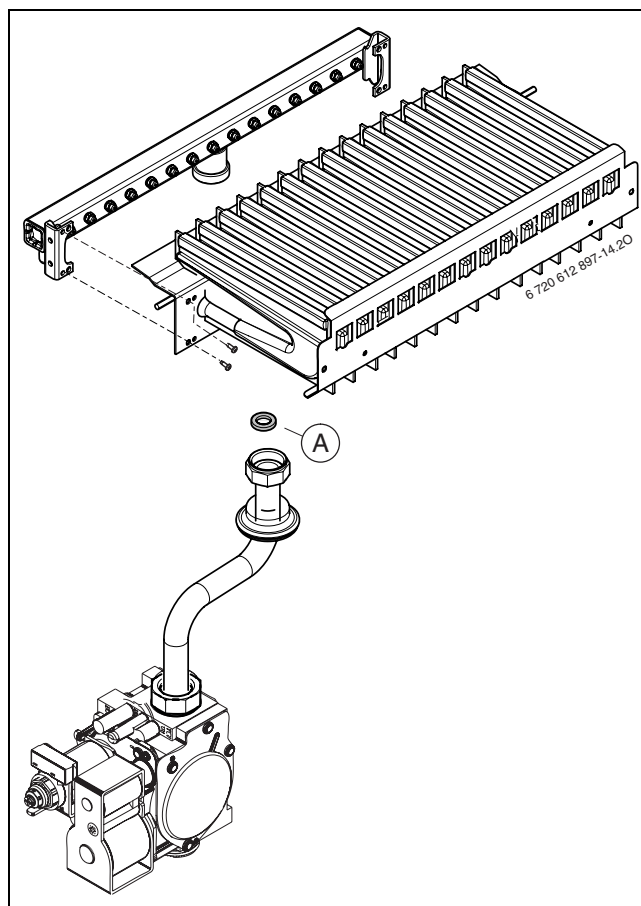

Fig. 63
- Ruotare l'interruttore principale in posizione (0).
- Rimontare il blocco bruciatore/rampa ugelli utilizzando una nuova guarnizione (A) (→ fig 63).